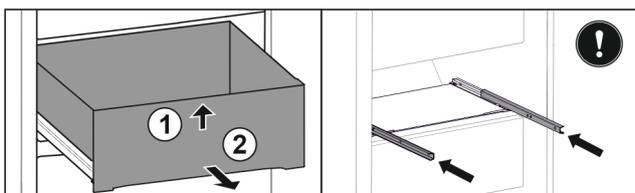

Fig. 28 \*
- ▶ Поднимите выдвижной ящик спереди Fig. 28 (1)\*
- ▶ Извлеките движением вперед Fig. 28 (2)\*